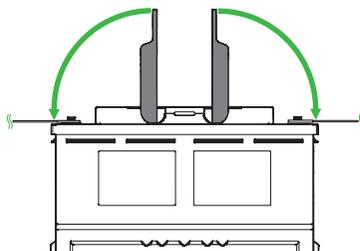

Figure 5.
5. Placer les protections de poignées sur les bornes. (Figure 5)